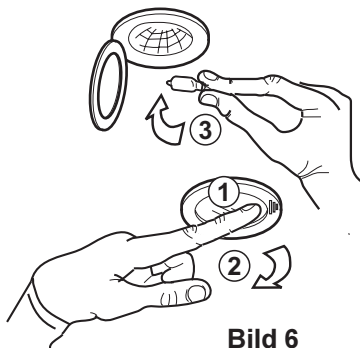

Bild 6
- Apretar **(2)** el plafón con un dedo y desengancharlo **(1)**. **Fig. 6.**